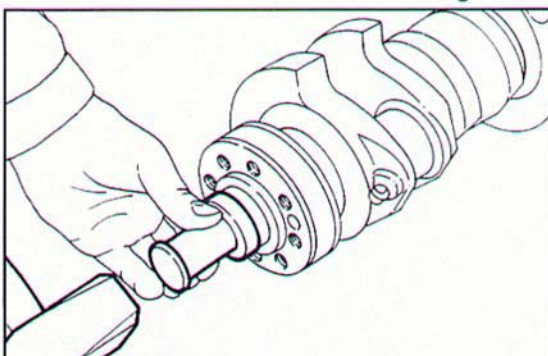

Fig. 115 ▼
- utilizzando un opportuno battitoio inserire il cuscinetto albero motore (Fig. 115);
- use a suitable tool to insert the crankshaft bearing (Fig. 115);